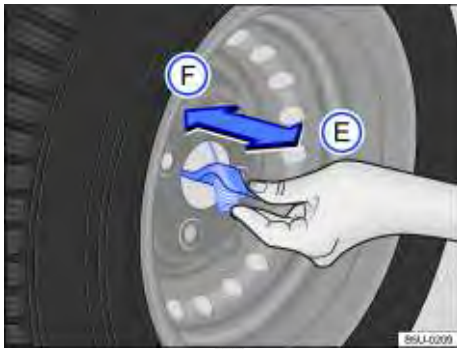

Fig. 167 Na roda de emergência: remover o cabo do aro da roda de emergência.
- Colocar a roda de emergência na posição vertical ⇒ Fig. 167.